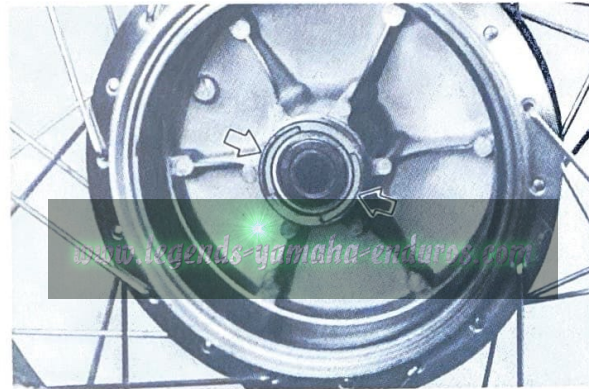

Fig. 24
4. Make sure the two lags in the wheel hub align with the two slots in the speedometer clutch assembly. (Figs. 24, 25)
4. Avoir soin de faire correspondre les griffes d'entraînement d'indicateur de vitesse avec les encoches du moyeu de roue. (Figs. 24 et 25)